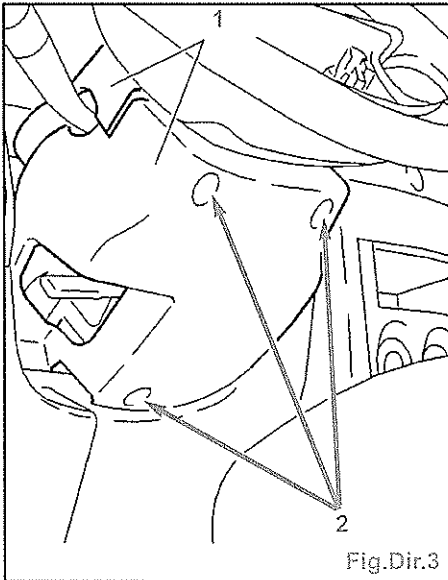

Fig.Dir.3
- Déposer (Fig.Dir.3) :
- l'habillage de la colonne de direction (1) (Fig.Dir.3),